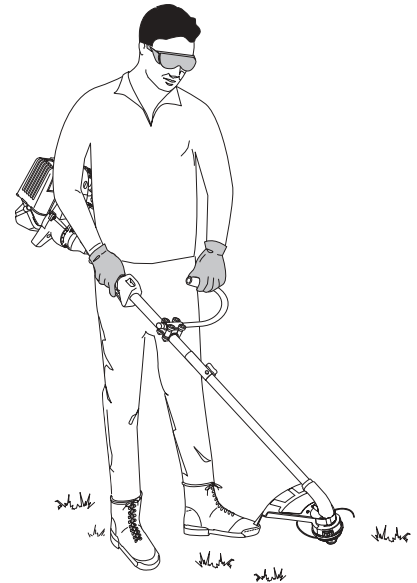

Fig. 3
3. Mientras sostiene la unidad en posición de operación (Fig. 3), coloque la manija en J en la posición que le proporcione el mejor agarre.